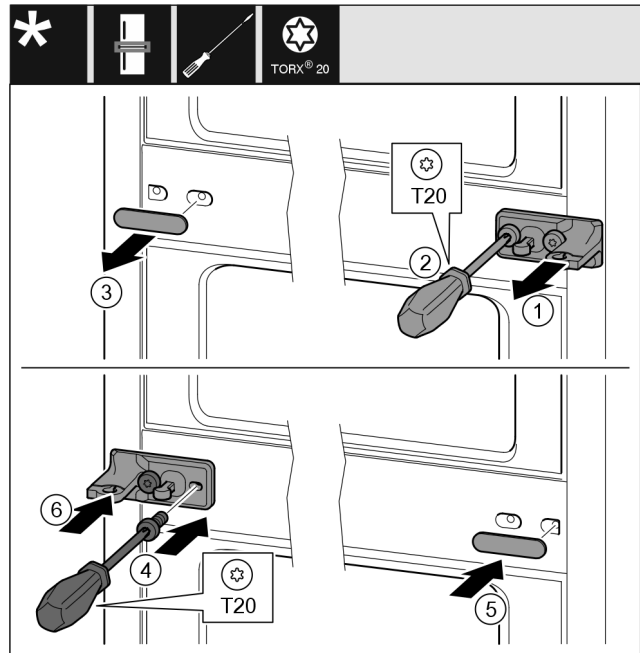

Fig. 34
- Scheibe Fig. 34 (1) abziehen.
- Schrauben Fig. 34 (2) mit Schraubendreher herausdrehen.
- Abdeckung Fig. 34 (3) vorsichtig abziehen.
- Lagerbock mit Folie Fig. 34 (4) um 180° gedreht auf der anderen Seite fest anschrauben.
- Abdeckung Fig. 34 (5) um 180° gedreht auf der anderen Seite anbringen.
- Scheibe Fig. 34 (6) von vorn aufschieben.